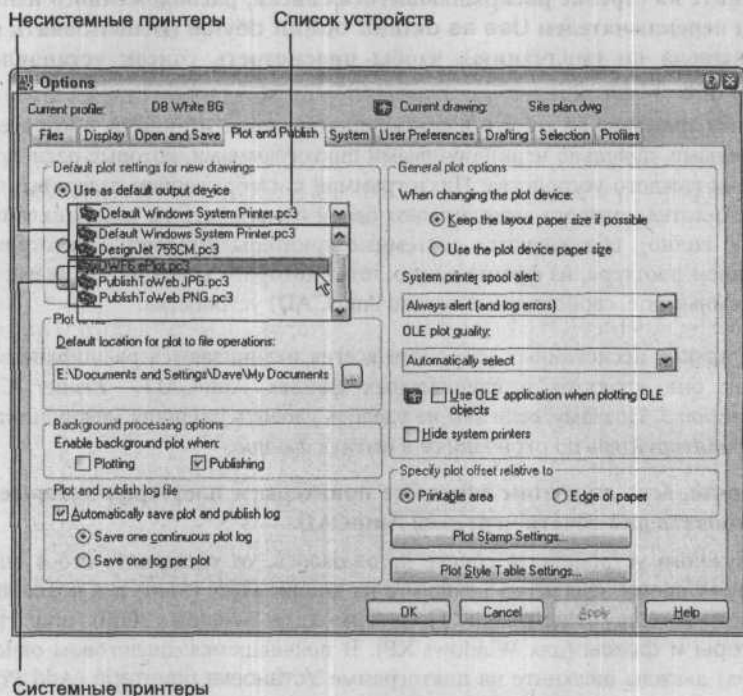

Рис. 12.1. Системные и несистемные принтеры
3. Щелкните на стрелке раскрывающегося списка, расположенного непосредственно под переключателем **Use as default output device** (Использовать как устройство вывода по умолчанию), чтобы просмотреть список установленных устройств (рис. 12.1).